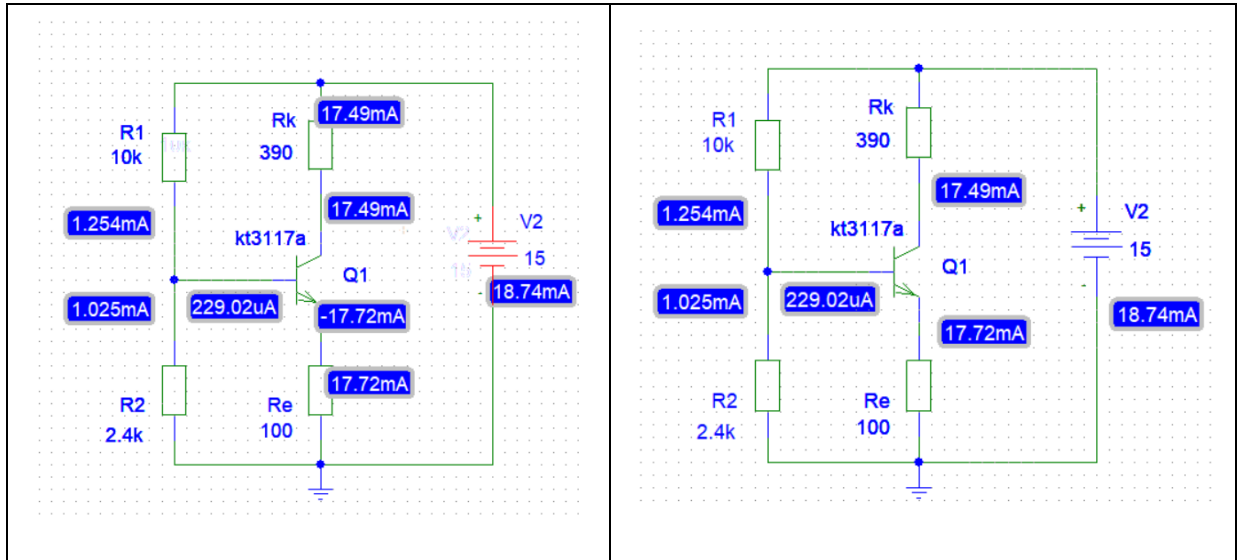

Рис. 3. Расчет токов для каскада с ОЭ
- Для определения токов нажать на пиктограмму **I**. Обратите внимание, что токи коллектора и эмиттера выведены дважды (см. рис. 3 слева): как токи транзистора (причем в программе считается, что все токи транзистора направлены внутрь прибора), и как токи ветвей. Вам нужны именно вторые (положительные) значения. Лишние значения токов лучше выделить и убрать с помощью клавиши «Del» (см. рис. 3 справа).